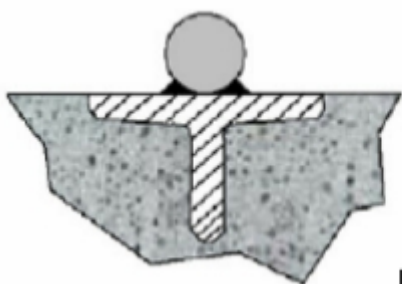
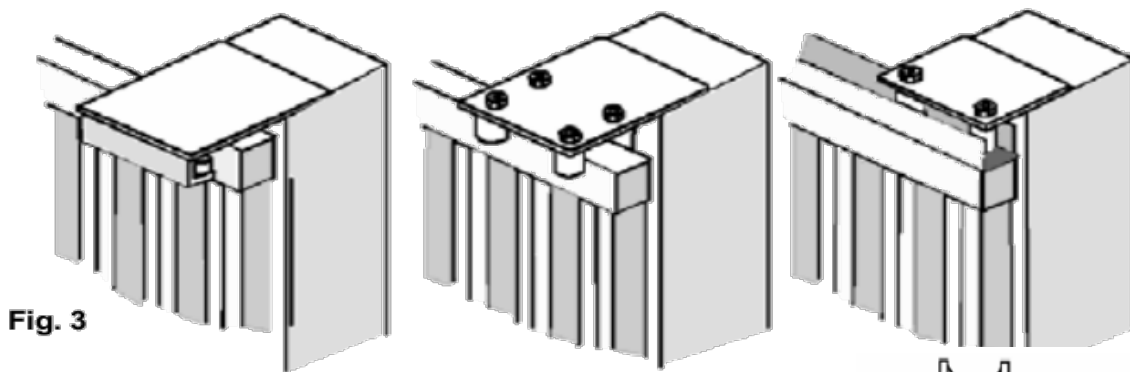

Fig. 1
Fig. 3
IT L'installazione e il collaudo devono essere eseguite solo da personale qualificato. Il costruttore declina ogni responsabilità per danni derivati da errate installazioni dovute ad incapacità e/o negligenza. Prima di procedere all'installazione, verificare che il cancello sia perfettamente funzionante. È opportuno infine verificare che la guida di scorrimento a terra (Fig. 1) sia idonea alle ruote utilizzate, non presenti malformazioni e che sia a livello, che vi sia (A) il fermo meccanico in apertura (Fig. 2) al fine di evitare che il cancello fuoriesca dalle guide superiori (Fig.3).
EN Installation and testing should be performed only by qualified personnel. The manufacturer is not responsible for damages caused by incorrect installations due to incompetence and/or negligence. Before installation, check that the gate is fully operational. Lastly, it should verify that the ground sliding guide (Fig. 1) and that it is suitable for the wheels used, doesn't present malformations and it is at level, that there is (A) the mechanical stop in opening (Fig. 2) in order to prevent the gate going outside the upper guides (Fig.3).
ES Instalación y pruebas deben ser realizadas sólo por personal cualificado. El fabricante no se hace responsable de los daños causados por instalaciones erróneas debido a la incompetencia y/o negligencia. Antes de la instalación, compruebe que la cancela esté en buen estado. Enfin debe verificar el buen deslizamiento de la guía (Fig. 1) y que sea adecuado para las ruedas usadas, que no hayan malformaciones, que esté bien a nivel, y que está presente (A) el tope mecánico en la apertura (Fig. 2) con el fin de evitar que la hoja siga fuera de las guías superiores (Fig.3).
FR L'installation et les essais doivent être effectués que par du personnel qualifié. Le fabricant n'est pas responsable des dommages causés par une mauvaise installation par incompetence et/ou d'une négligence. Avant l'installation, vérifiez que la porte soit pleinement opérationnel. Enfin, il convient de vérifier que sur le guide de coulissement du sol (Fig. 1) et qu'il n'y a pas de défaut, il n'y a pas des malformations et qu'elle soit à niveau, qui soit présent (A) la butée mécanique en ouverture (Fig. 2) afin d'empêcher à la porte de sortir des guides supérieurs (Fig.3).